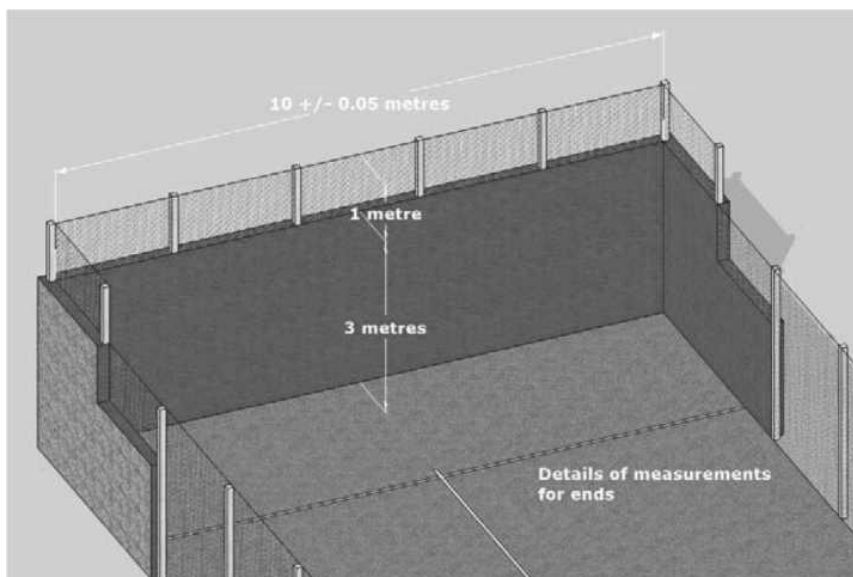

Figura 4 - Tamaño del extremo de la pista de pádel
1.1.1.4 Las dimensiones del marco de la pantalla y el vidrio templado se muestran en la Figura 4 y la Figura 5. La superficie formada por todo el vidrio templado debe ser plana, y no debe haber protuberancias que afecten el rebote de la pelota de tenis.